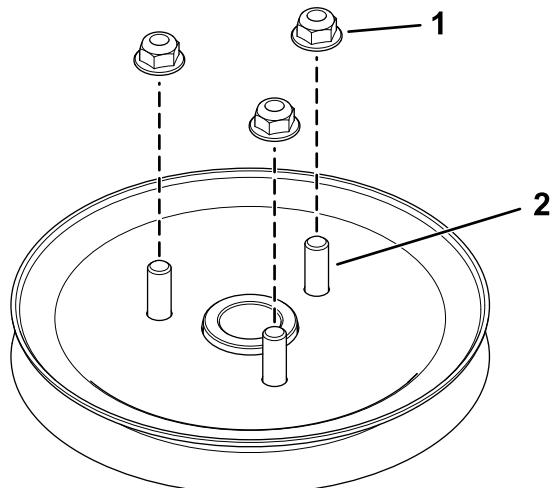

Figura 8
4. Montate senza serrare i 3 dadi nei prigionieri (Figura 8).